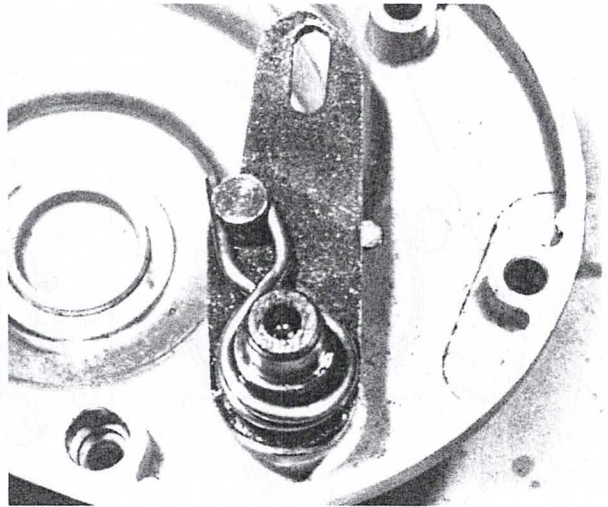

Bild 26
- Einen Behälter unterstellen, um das restliche Öl aufzufangen, und die Deckeldichtung durch leichtes Klopfen mit einem Hauthammer lösen. Beim Abheben des Deckels darauf achten, dass die Dichtung nicht beschädigt wird (Bild 26).